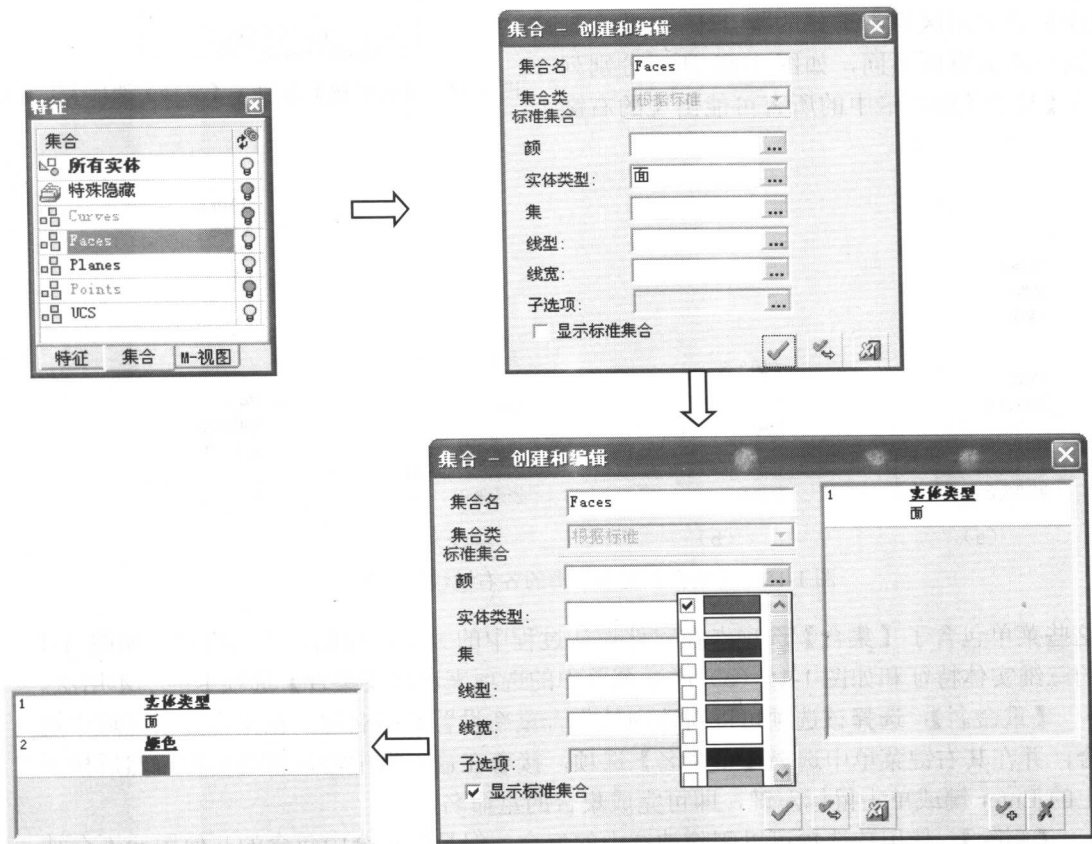

图 1-17 编辑集合
- **【编辑】**：使用该选项可以对选中的集合进行重命名、设置集合所包含的几何图元等编辑操作。例如，在集合显示区域中选中【Faces】集合，接着在其右键菜单中选择【编辑】选项，系统将弹出【集合-创建和编辑】对话框，如图 1-17 所示。在该对话框中选中【显示标准集合】选项，然后在【颜色】选项的右方单击 **...** 按钮，再在弹出的颜色列表框中选中红色选项。最后分别单击【应用】 /【确定】 按钮完成集合的编辑，则在绘图区中所有红色的几何图元就被放置在了【Faces】集合中。